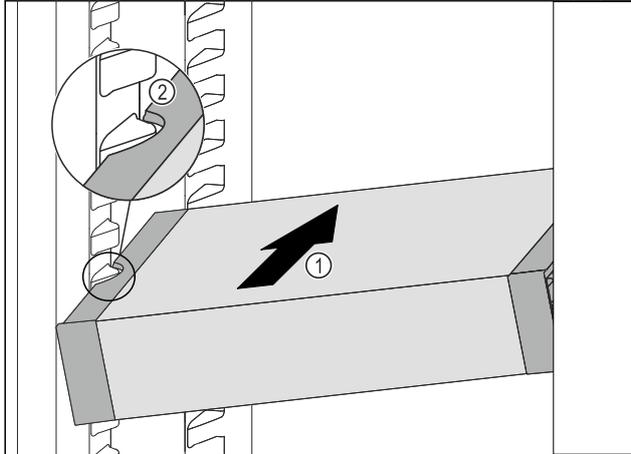

Fig. 129
- ▶ Introduzca el VarioSafe en posición oblicua en el compartimiento del frigorífico Fig. 129 (1) hasta que los huecos laterales Fig. 129 (2) del VarioSafe se encuentren a la altura de la nervadura del recipiente en el compartimento frigorífico.